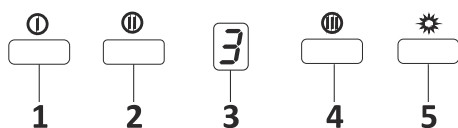

Fig. 24: Kontrollpanel
1. ➤ Motorhastighet 1 (Fig. 24)
2. ➤ Motorhastighet 2 (Fig. 24)
3. ➤ Digital display (Fig. 24)
4. ➤ Motorhastighet 3 (Fig. 24)
5. ➤ Belysning (Fig. 24)
6. ➤ Om en motorhastighetssknapp (1, 2 eller 3) hålls intryckt i mer än 2 sekunder aktiveras en 15 minuters timerfunktion. När timern startar blinkar displayen. Timern slutar efter 15 minuter (Fig. 24).